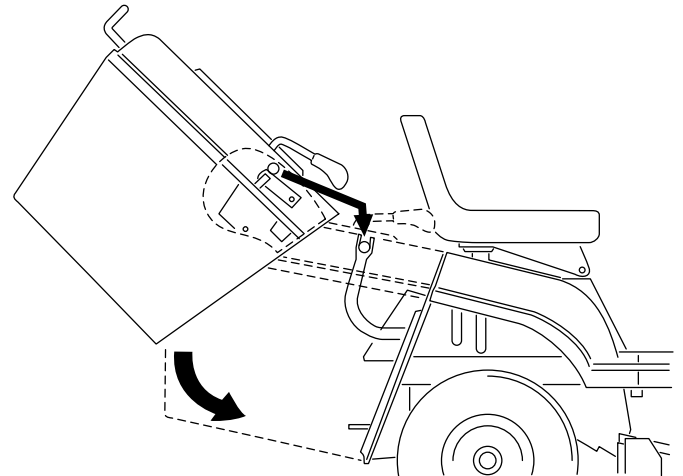

Figura 36
1. Usando ambas manos, incline el recogehierbas hacia adelante (Figura 36).
2. Incline el recogehierbas hacia adelante aproximadamente 40 grados, y deslícelo sobre los dos soportes de la parte trasera de la máquina (Figura 36).